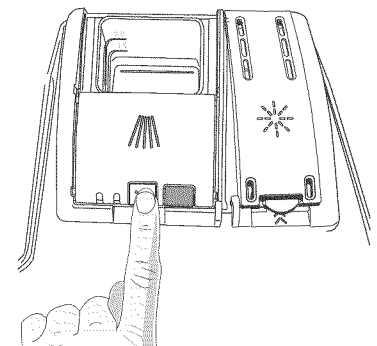

Figura 6
- Para abrir la cubierta, empuje el botón como se muestra en la **Figura 6**.